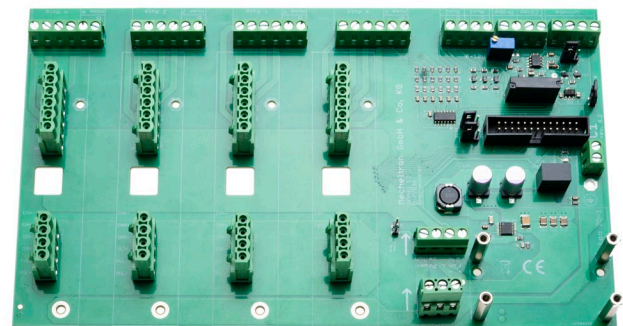

Bild 8: Hauptplatine, unten rechts der vorbereitete Platz für das Adaptermodul
- Montieren Sie mit Zylinderkopfschrauben **14** die vier Distanzhülsen **12** für das Adaptermodul. Siehe Bild 8.